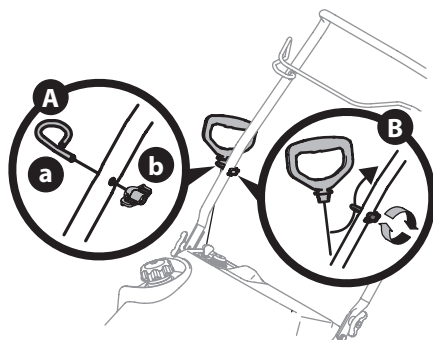

Figura 15
1. Coloque el perno de ojo (a) y la perilla de la manija (b) sobre la manija superior (Figura 15, Recuadro A). No ajuste completamente los elementos de ferretería hasta que se le indique que lo haga.
3. Deslice la cuerda del arracador de retroceso dentro del perno de ojo (a) desde la parte posterior del soplador de nieve (Figura 15, Recuadro B).